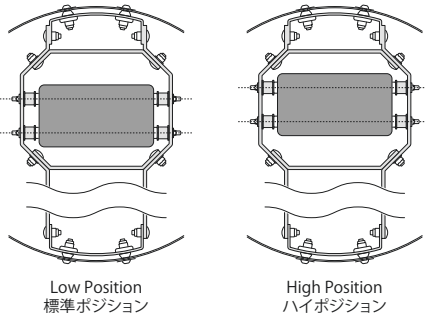

Fig.8
- To get maximum trigger response of the Bass Drum Pad, adjust the height of the pad, so the pedal beater comes in contact with the center of the Bass Drum Pad (Fig.8).
- BDパッドは、ピーターの位置に合わせて標準ポジションとハイポジションのセッティングが可能です (Fig.8)。